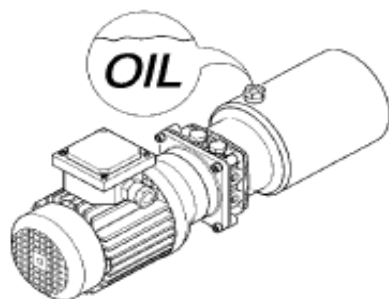

Рис.55
**3.** Ежемесячно проверяйте уровень гидравлического масла (Рис.55).